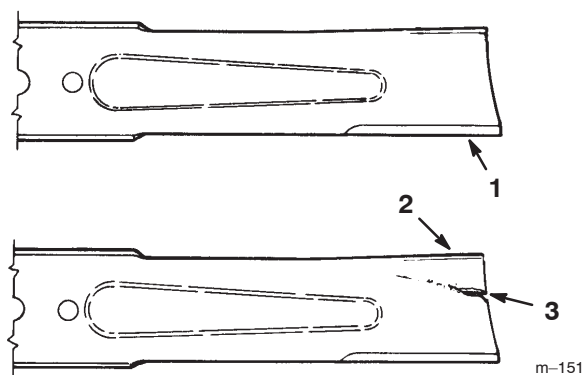

Figure 23
1. Inspectez les tranchants des lames (Fig. 23).
2. Inspectez les lames, surtout la partie incurvée (Fig. 23).
Remarque : Remplacez immédiatement toute lame endommagée, usée ou qui présente une entaille (repère 3 de la Fig. 23).